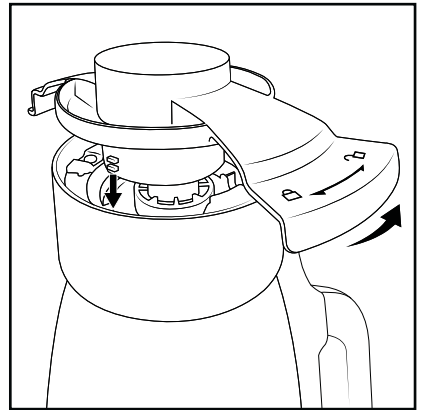

Bild 4
- Använd låset till locket **14** för att ta av kniven **17**. Sätt då in lockets lås **14** i arrete-ringarna på knivens **17** undersida och vrid motsols tills kniven **17** kan tas av (bild 4).